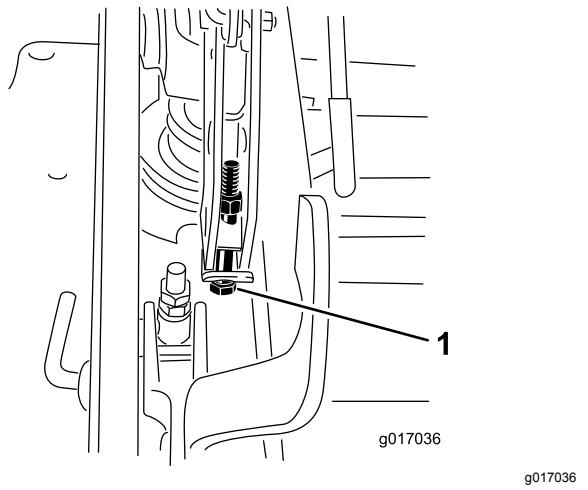

Figura 99
- Se a plataforma estiver demasiado baixa, aperte o parafuso de ponto único de ajuste rodando-o no sentido dos ponteiros do relógio. Se a plataforma estiver demasiado alta, desaperte o parafuso de ponto único de ajuste rodando-o no sentido contrário ao dos ponteiros do relógio (Figura 99).